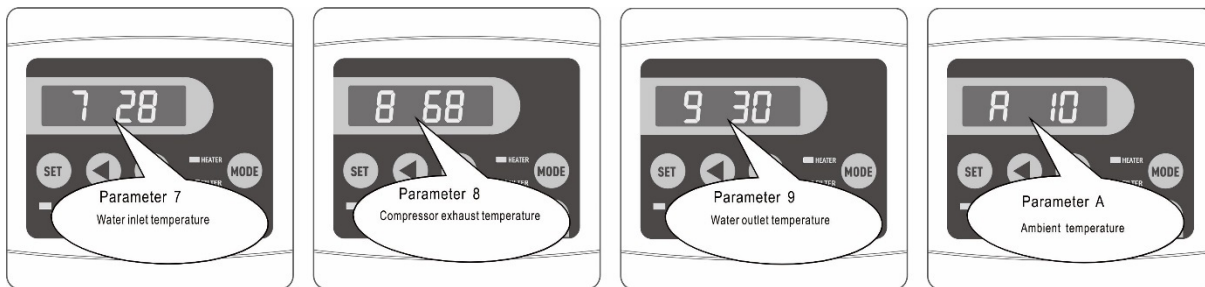

Bild 16 - Temperaturkontrollen
**Aktuelle Temperatur prüfen (Bild 16):**